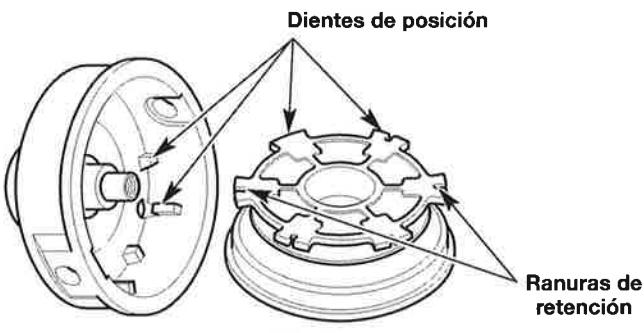

Fig. 20
- Controle los dientes de posición y las ranuras de retención para detectar si están desgastados (Fig. 20). Si es necesario, elimine las rebabas o reemplace el carrete interior y la bobina exterior.